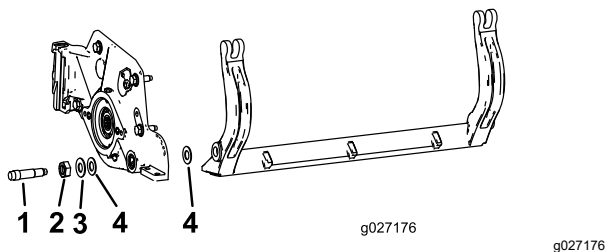

Bild 32
Bewahren Sie die beiden Nylonscheiben und die Stahlscheibe von den beiden Enden des Untermesserträgers auf (Bild 32).
3. Legen Sie eine Nylonscheibe auf jede Seite des Seitenplattenansatzes. Legen Sie eine Stahlscheibe außen auf jede Nylonscheibe (**Bild 32**).